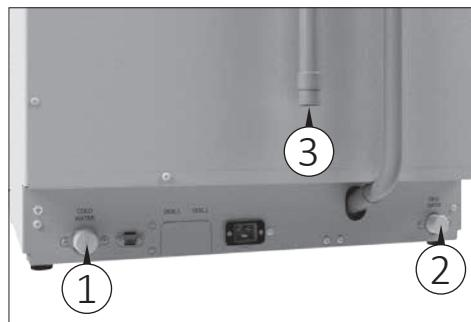

Fig. 8
- Collegare i tubi flessibili dell'acqua come indicato nella Fig. 8.
- Collegare il tubo flessibile dell'acqua agli attacchi indicati nella Fig. 8.
Collegamenti idrici (Fig. 8)
- 1) Collegare la macchina ai relativi attacchi (Fig. 8).